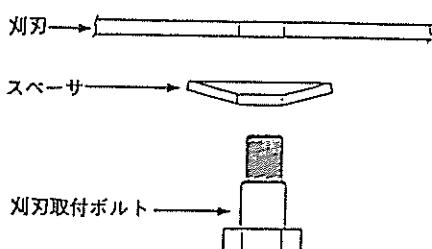

図 45 刈刃の取付け
- (6) 刈刃を取付けるときは図45の順番で取付け、スペーサーのマーク(ポンチ穴)は刈刃の反対側にくるようにしてください。